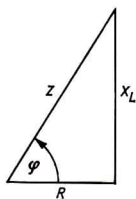

Bild 92
3.  $L = \frac{X_L}{\omega} = \frac{\sqrt{Z^2 - R^2}}{2\pi f} \quad (\text{Bild 92}) \quad L = 15,1 \text{ mH}$
3. Nach (10.24) und (2.16) ist  $X_L = 2\pi f l$ , nach Bild 92 ist aber auch  $X_L = R \tan \varphi$ . Daraus folgt